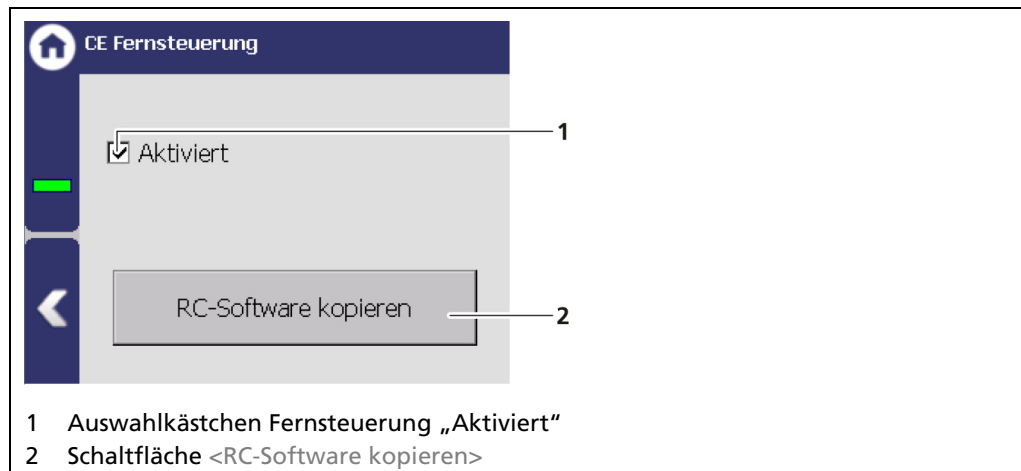

Abb. 36 CE Fernsteuerung
1. Klicken Sie auf den Auswahlpfeil (Abb. 36, Pos. 1) und wählen Sie eine Sprache aus.
- Ein Hinweisfenster „Neustart“ (Abb. 36, Pos. 2) erscheint.